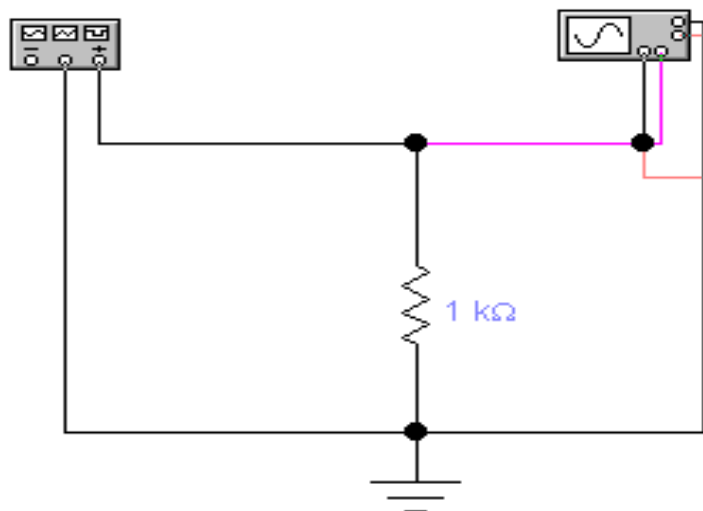

РИС.1
1. Соберите схему, указанную на рис. 1